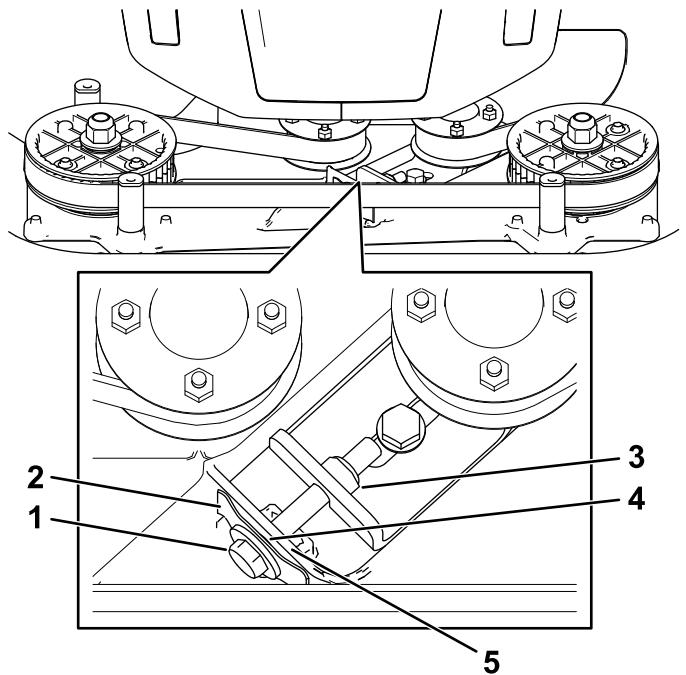

Bild 25
**Hinweis:** Wenn ein sichtbarer Abstand zwischen der Fühlerlehre und der Feder besteht, ziehen Sie die Einstellschraube und Mutter an, bis das Papier fast nicht mehr in den Abstand eingeschoben oder herausgezogen werden kann (**Bild 25**).